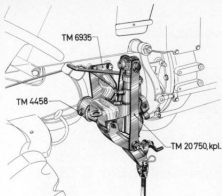

Abb. 10
1. Das S&S Hydraulik-Hebwerk TM 20750, kpl. wird wie das Handhebwerk TM 20506 B in die Aufnahmebohrung des Tragbockes TM 6935 eingeschoben und mit dem Kegelsstift TM 4458 gesichert (Abb. 10 u. 11).